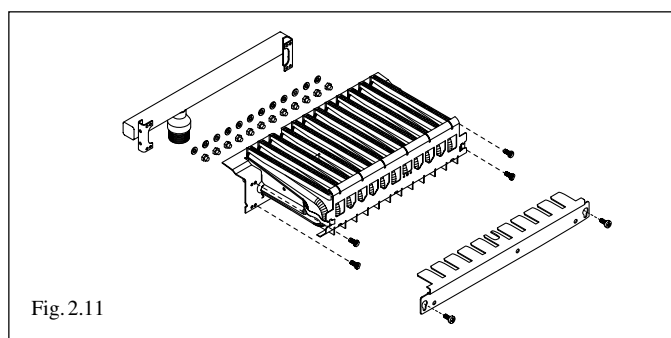

Fig. 2.11
- rimuovere il gruppo bruciatore allentando le viti che lo fissano al collettore gas (Fig. 2.11).